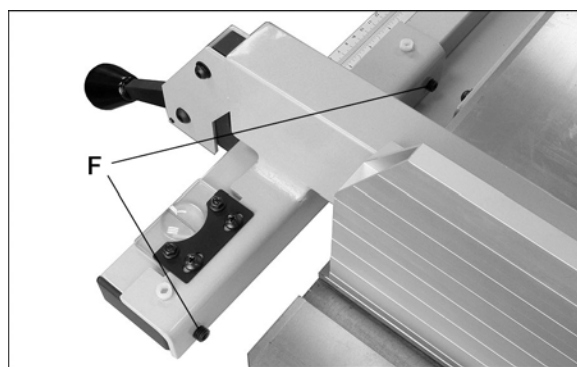

Рис. 12.
2. При необходимости выставите упор вровень с угловым пазом с помощью одного из задних регулировочных винтов (F, Рис. 12) (используйте 5 мм шестигранный ключ).
Степень затяжки упора на направляющем профиле регулируется с помощью задних винтов (F, Рис. 12). Закрутите или открутите оба винта на одинаковое количество оборотов (по часовой стрелке для затяжки) с помощью шестигранного ключа.